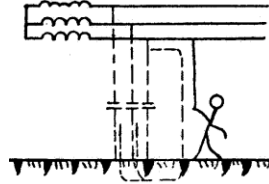

图 2-2 中性点不接地系统的单线触电
2、中性点不接地如图 2-2 所示，在电网中性点不接地系统中，当人体接触任一相导线时，接触相经人体流入地中的电流只能经另两相对地的电容阻抗构成闭合回路。在低压系统中，由于各相对地电容较小，相对地的绝缘电阻较大，故通过人体的电流会很小，对人体不致于造成触电伤害；若各相对地的绝缘不良，则人体触电的危险性会很大。在高压系统中，各相对地均有较大的电容。这样一来，流经人体的电容电流较大，造成对人体的危害也较大。